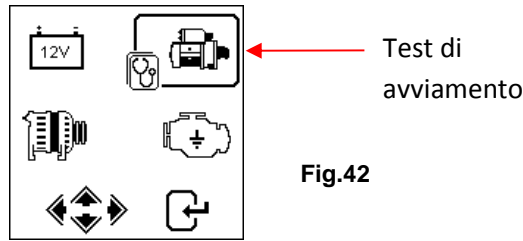

Fig.42
Dal MENU principale (Fig.42), selezionare  facendo scorrere verso sinistra con il tasto ►
- Premendo il tasto  per uscire e tornare alla schermata del menu principale (Fig.42).